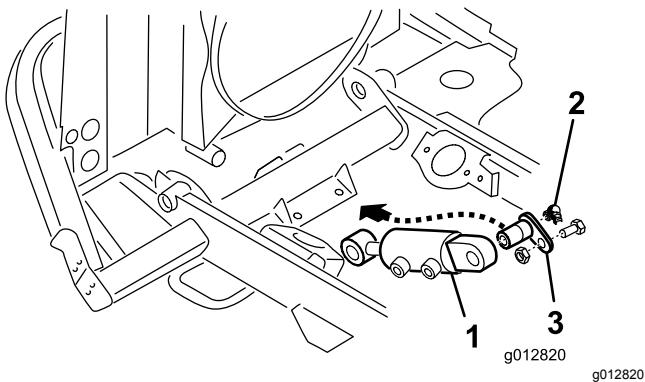

Figura 11
6. Montate l'estremità stazionaria del cilindro idraulico sul lato inferiore della staffa della traversa del telaio con un perno girevole (Figura 11).
7. Avvitate un raccordo di ingrassaggio sull'estremità del perno girevole (Figura 11).